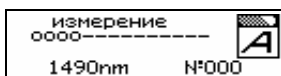

Рис. 21. Состояние измерения
4. Запустите цикл измерения на одном из приборов нажав кнопку **S**. При этом на экране отображается состояние измерения (рис. 21). На индикаторе второго прибора последовательно сменяются надписи, сообщающие о его текущем состоянии.